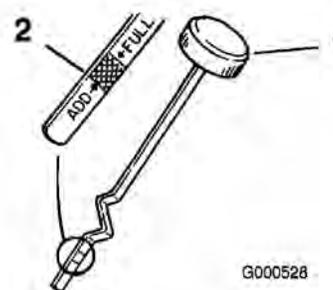

Figure 25
- Retirez la jauge d'huile et essuyez soigneusement son extrémité (Figure 25).